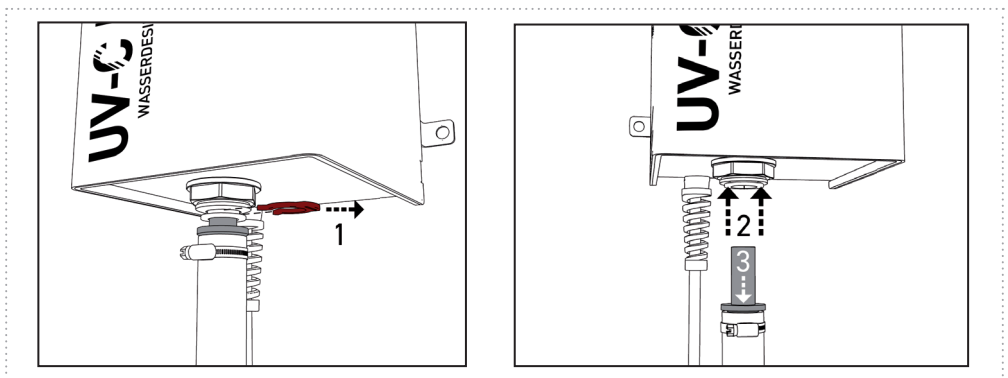

Abbildung: 25
Sorgen Sie im Winter und bei Minus-Temperaturen dafür, dass das Wasser in der UV-Einheit sowie im gesamten Wassersystem nicht gefriert. Sollte dies nicht gewährleistet sein, öffnen Sie hierzu alle Wasserverbraucher/Armaturen und lassen Sie die Pumpe so lange laufen, bis kein Wasser mehr aus den Armaturen austritt. Zur Sicherheit entfernen Sie nun den Schlauch wassereingangsseitig zur UV-Einheit, so dass eventuelle Wasserrückstände auslaufen können (siehe **Abbildung 25** bzw. **4.3.4 Lösen von Einsteck-Verbindern (S.20)**). Legen Sie hierzu ein Handtuch oder ein Gefäß unter die UV-Einheit.
- Entfernen Sie die Wasserleitungen von den Wasseranschlüssen der UV-Einheit (*Abbildung 25*). Entfernen Sie zuerst den Sicherungs-Ring (1). Das Halteelement mit den Fingern oder unter Zuhilfenahme einer Lösehilfe (z.B. Sicherungs-Ring) zurückdrücken und festhalten (2). Das eingesteckte Rohr/Schlauch kann nun entfernt werden (3).